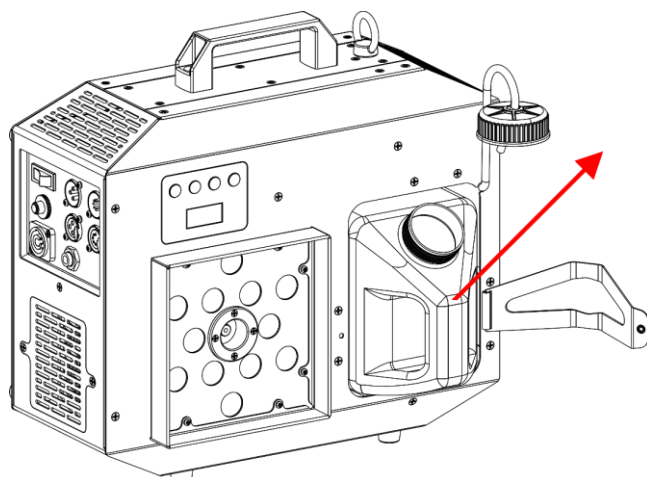

Fig. 09
- 04) Haal de **vloeistoftank (02)** eruit, zoals getoond in Fig. 09.